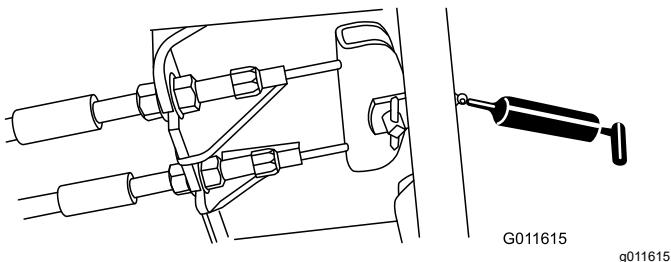

Figure 111
- Pédale de frein (1) (Figure 111)